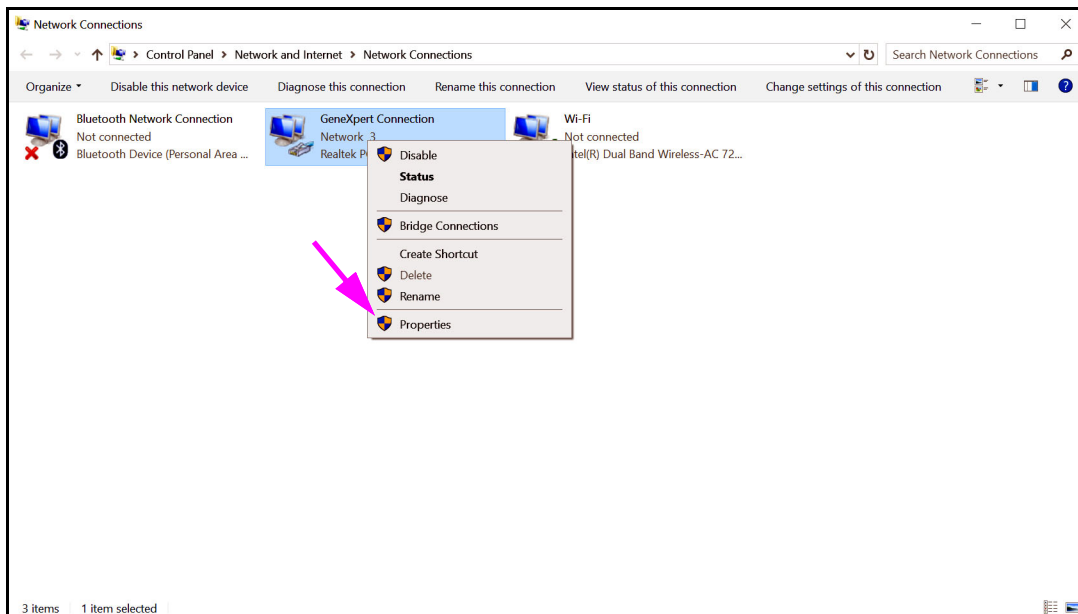

Figura 2-47. Pantalla Network Connections (Conexiones de red) con menú desplegable
- Haga clic con el botón derecho en la opción **GeneXpert Connection (GeneXpert Connection)**. Aparece un menú desplegable. Consulte la figura 2-47.